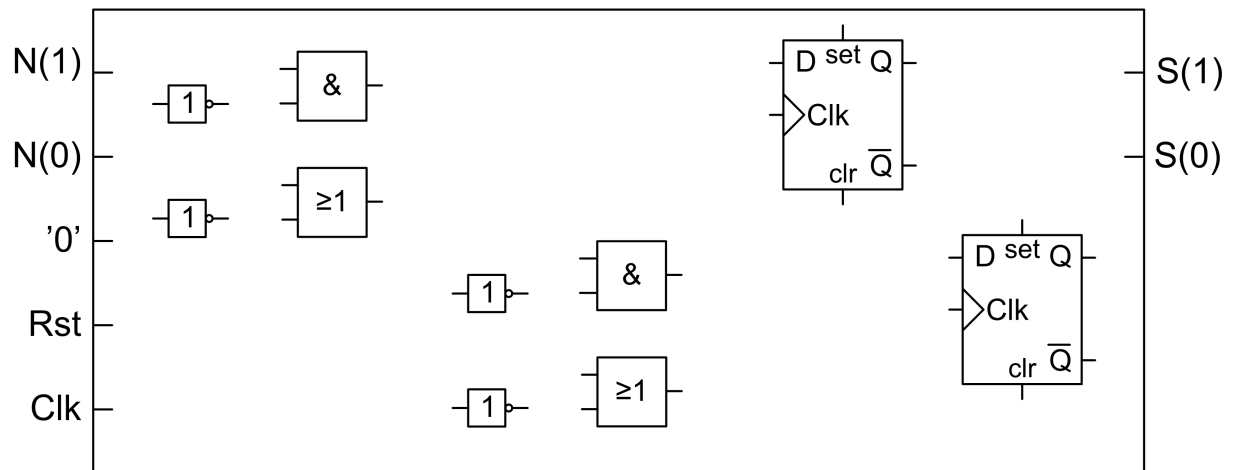

Abbildung 3: Schaltung für den Prozess P0_PROC
- (c) Die Abbildung 3 zeigt einige logische Gatter sowie zwei D-Flip-Flops. Verbinden Sie die Signale *S*, *N*, *Rst* und *Clk* so, dass die Schaltung die Spezifikation des Prozesses *P0_PROC* realisiert. Sie benötigen dafür nicht alle angegebenen Schaltungselemente. Falls Sie Konstanten benötigen, können Sie eine logische Null von dem Signal '0' abgreifen.